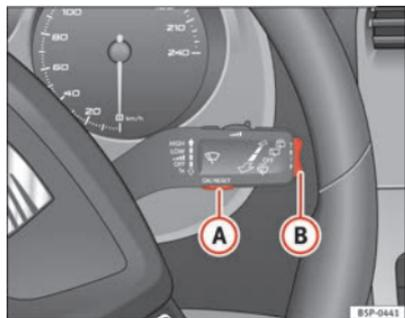
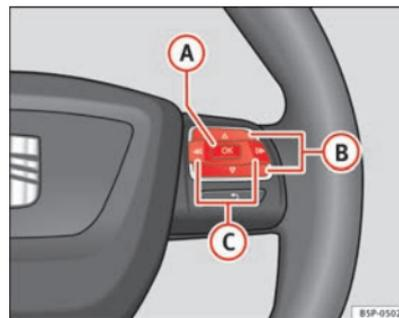

Fig. 44 Levier de l'essuie-glace : la touche A sert à confirmer les options du menu et la commande à bascule B permet de changer de menu
Fig. 45 Commandes au volant : la touche A sert à confirmer les options du menu et la touche B permet de changer de menu
- Pour accéder au menu « Configuration », appuyez sur la touche **(C)** ⇒ page 69, fig. 45 jusqu'à ce qu'il apparaisse à l'écran. Vous vous trouvez maintenant dans ce menu.
- Pour passer d'une mémoire à l'autre, appuyez brièvement sur la touche **A** ⇒ page 69, fig. 44 ⇒ page 69 du levier de l'essuie-glace ou sur la touche **OK** du volant multifonction ⇒ page 69, fig. 45 ⇒ page 69 lorsque vous avez mis le contact. ▶
Vous pouvez consulter sur l'indicateur multifonction les données suivantes en actionnant la commande à bascule **B** ⇒ page 69, fig. 44 ⇒ page 69 du levier de l'essuie-glace ou en appuyant sur la touche **Δ** ou **▽** ⇒ page 69, fig. 45 du volant multifonction*.